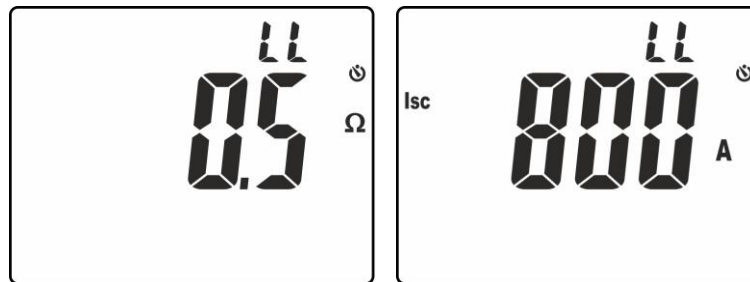

Fig. 28: Risultati della misura di impedenza Loop L-L
12. Nella videata di Fig. 28 – parte sinistra è presente il valore della impedenza di Loop L-L. Premere i tasti $\nabla/\text{}$ o $\blacktriangle$ per visualizzare il valore della corrente di cortocircuito presunta **Isc** (vedere § 9.3)